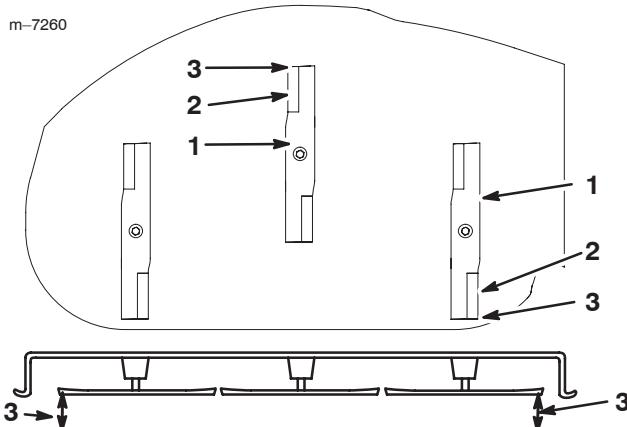

Figure 41
8. Réglez la hauteur de coupe à la position **D** [76 mm (3 pouces)] et tournez les lames avec précaution dans le sens longitudinal (Fig. 41).
9. Mesurez la distance entre la pointe de la lame avant et la pointe de la lame arrière par rapport à la surface plane (Fig. 41). Si la pointe avant de la lame n'est pas de 1,6 à 7,9 mm (1/16–5/16 pouce) plus basse que la pointe arrière, réglez les contre-écrous avant.